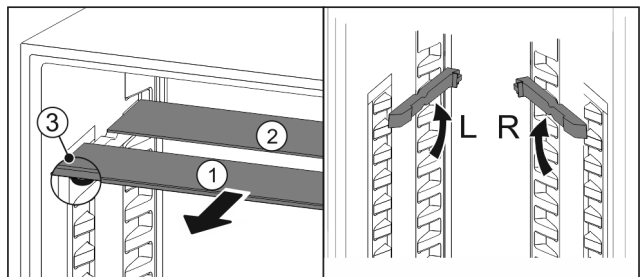

Fig. 29
- ▶ Glasplaten afzonderlijk vanaf de voorkant eruit trekken Fig. 29 (1).
- ▷ Glasplaat Fig. 29 (1) met sierlijst ligt voor.
- ▷ Stops Fig. 29 (3) zijn naar onder gericht.